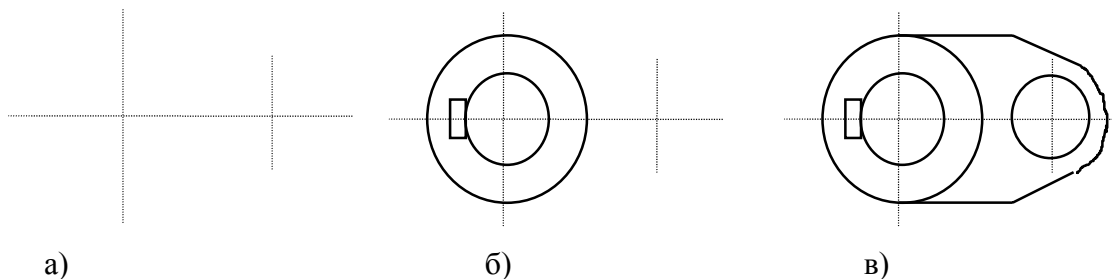

Рис.5
10. Вычертим вид сверху объемного элемента «цилиндр» (рис.5,б).
11. Дополним вид сверху изображением объемного элемента «фланец», предварительно установив текущую высоту 10.0 (рис.5,в).